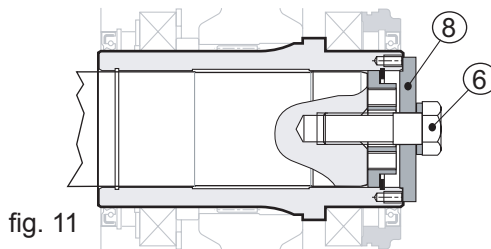

fig. 11
Desenroscar la tuerca de la barra roscada (pos. 4) y quitar dicha barra de su alojamiento. Sustituir la barra (pos. 4) con el tornillo (pos. 6) y apretarlo hasta el tope con el par indicado en la correspondiente tabla del apartado 9.1; aplicar un sellador medio teniendo en cuenta que Piv Posiplan aconseja LOCTITE 601 (véase fig. 11).